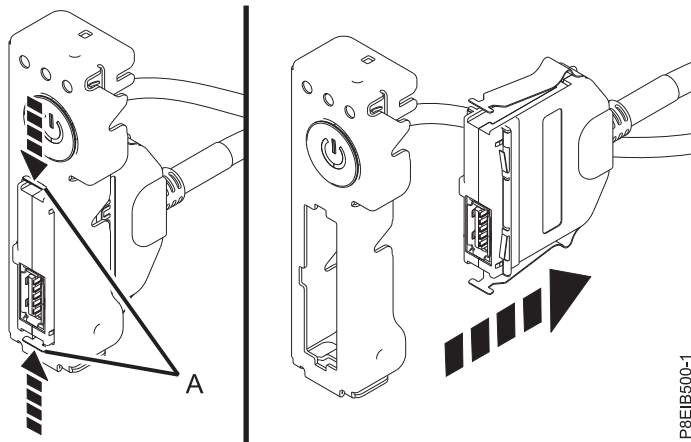

Figure 69. Retrait de l'ensemble câble et connecteur USB avant de l'interrupteur d'alimentation
10. En appuyant sur les languettes (A) du connecteur, désolidarisez l'ensemble câble et connecteur USB avant de l'interrupteur d'alimentation. Voir figure 69, à la page 59.